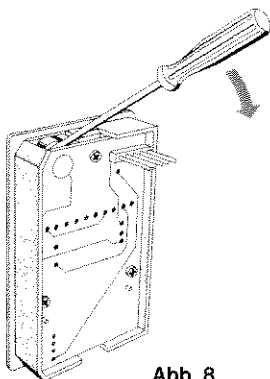

Abb. 8
2. Batterie wie in Abb. 8 mit kleinem Schraubendreher herausheben.